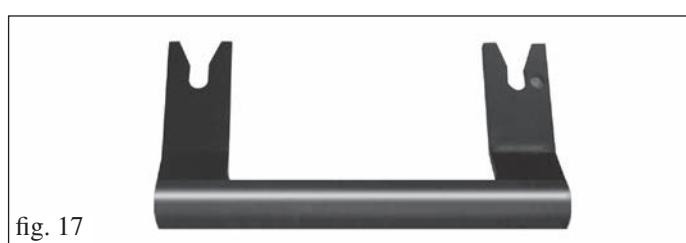

fig. 17
- Para a abertura da porta utilizar a respetiva pega removível fornecida (fig. 17).